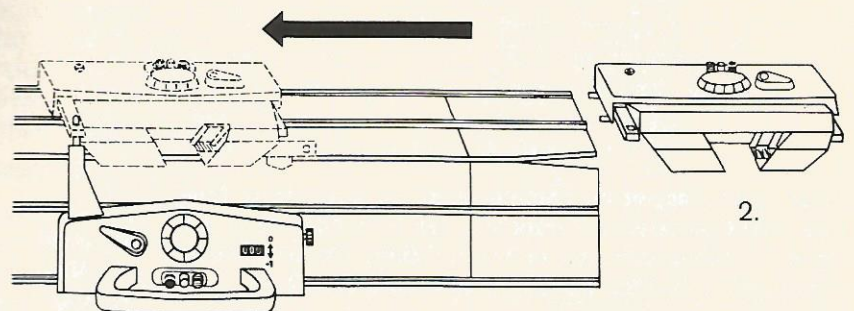

Fig. 15
2. Introduire le chariot arrière, par la droite, dans les rails de la fonture arrière, fig. 15.